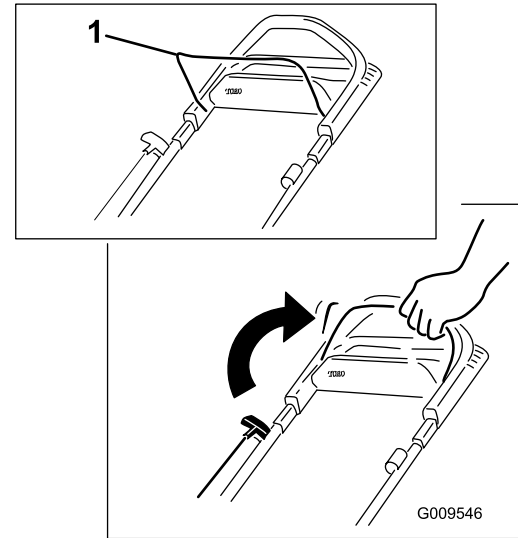

Figura 16
1. Sujete la barra de control de las cuchillas contra el manillar (Figura 16).